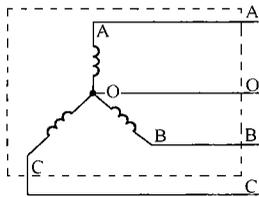

图 E-31
**La4E1021** 标示虚线框图 E-31 中的相电压与线电压。